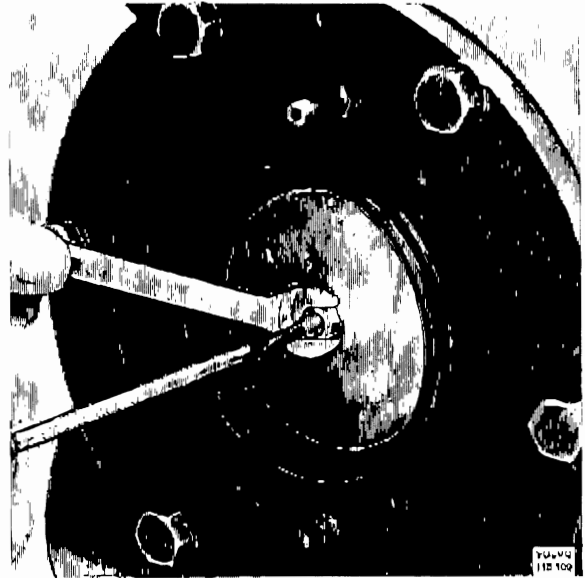

Bild 44. Borttagning av mutter
2. Ta bort muttern på tryckstängens. Ta bort tryckbrickan och membranet. Bild 44.